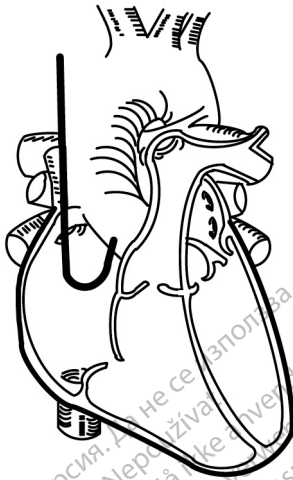

Abbildung 9. Atriale Platzierung
- Ziehen Sie an der Veneneintrittsstelle vorsichtig an der Elektroden-/Mandrin-Kombination, um sicherzustellen, dass Kontakt zwischen Elektrodenspitze und Endokard besteht. Eine gute Position für die Elektrodenspitze ist das Endokard im Atrium (Abbildung 9 Atriale Platzierung auf Seite 23).